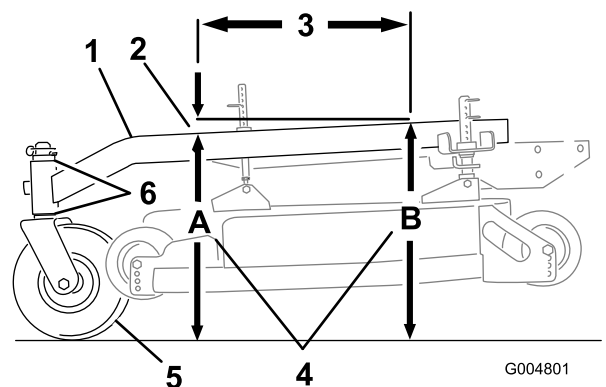

Figura 54
El bastidor de tiro debe tener una inclinación longitudinal de entre 3 mm y 9 mm a lo largo de 61 cm (Figura 54).
- Mida 61 cm en el bastidor de tiro (Figura 54).
- Mida la altura del bastidor de tiro en la posición **A** (Figura 54).
- Mida la altura del bastidor de tiro en la posición **B** (Figura 54).
- La altura en la posición **A** debe ser de 6-10 mm menor que la de la posición **B** (Figura 54).
- Si la inclinación del bastidor de tiro no es la correcta, mueva los espaciadores de las ruedas giratorias para obtener una inclinación de 6-10 mm (Figura 54). Mueva espaciadores desde arriba o desde abajo para obtener la inclinación correcta.